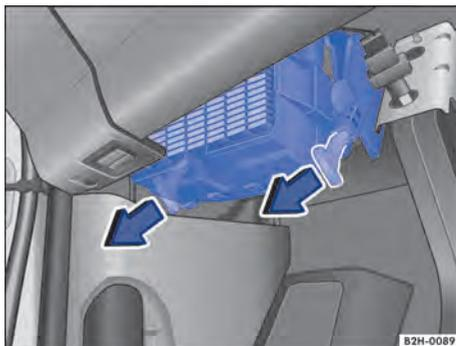

Fig. 159 Caixa de fusíveis abaixo do painel de instrumentos.
1. Para destravar a caixa de fusíveis, puxar a alavanca de travamento para baixo, na direção da seta → Fig. 159.